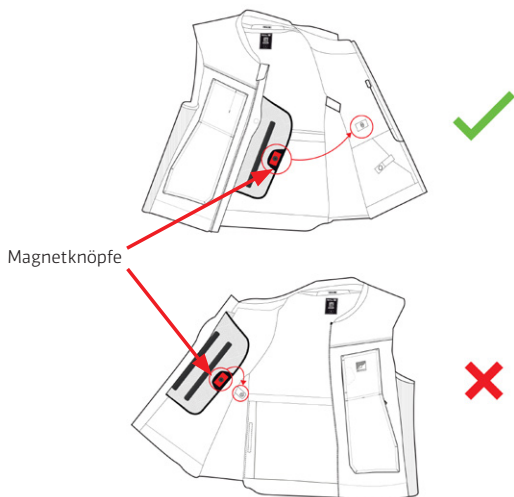

Abbildung 9
1. Legen Sie das System an und befestigen Sie den Airbag im Brustbereich, indem Sie den Magnetische Brusttaste (9) mit dem linken Magnetische Taste Links (11) an der Weste verbinden (Abbildung 9).
2. Schließen Sie den Aktivierungsklappe (1) von unten nach oben und warten Sie, bis sich das System einschaltet.
3. Das korrekte Schließen der Aktivierungsklappe (1) und das Einschalten des Systems werden durch das Einschalten der LED-Anzeige (2) und durch das Vorhandensein einer Vibration in demselben Bereich signalisiert
4. Nach dem Einschalten des Systems ist die LED-Anzeige (2) zu überprüfen, um sicherzustellen, dass das System korrekt gestartet wurde (siehe Abschnitt 13 "LED-Anzeigen"). Insbesondere muss sich der Benutzer vergewissern, dass nach dem Einschalten des Systems kein Systemfehler vorliegt.